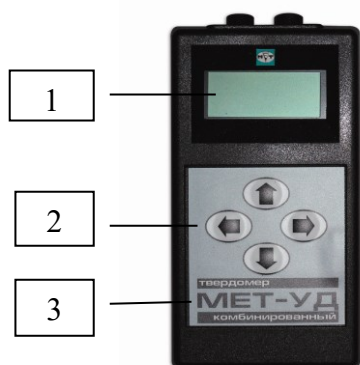
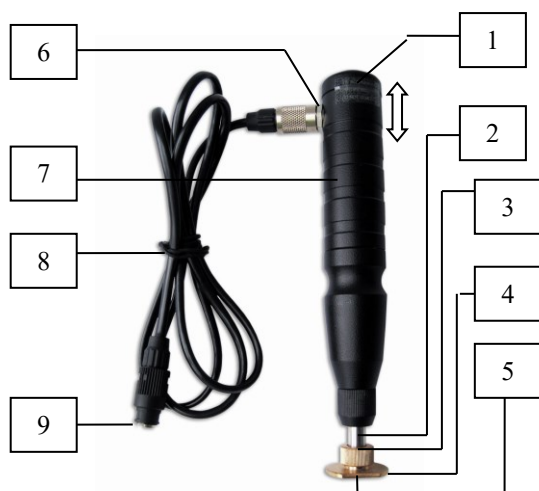
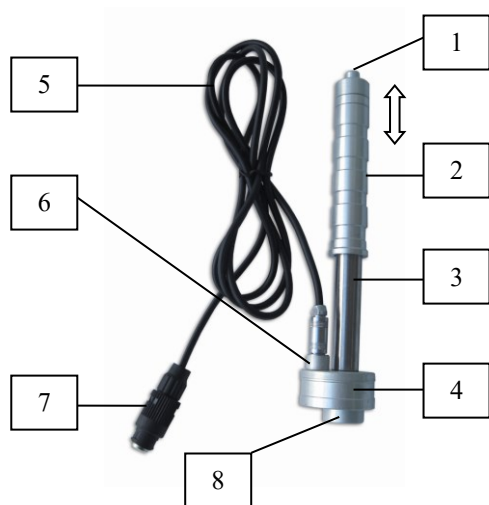

Рис. 5.1. Лицевая сторона электронного блока
Рис. 5.5. Ультразвуковой датчик.
Рис. 5.6. Динамический датчик.
5.2.1. Электронный блок твердомера выпускается в двух модификациях. Для твердомеров МЕТ-У1, МЕТ-Д1 и МЕТ-УД электронный блок встроен в пластмассовый корпус, а для твердомеров МЕТ-У1А, МЕТ-Д1А и МЕТ-УДА – в алюминиевый корпус. Электронный блок твердомера представлен на рис. 5.1 – 5.3.
5.3.1. Ультразвуковой твердомер МЕТ-У1 / МЕТ-У1А состоит из электронного блока (рис. 5.1.) и ультразвукового датчика, соединенных между собой кабелем.
5.4.1. Динамический твердомер МЕТ-Д1 / МЕТ-Д1А состоит из электронного блока (рис. 5.1.) и динамического датчика, соединенных между собой кабелем.
5.5.1. Комбинированный твердомер МЕТ-УД / МЕТ-УДА состоит из электронного блока (рис. 5.1 – 5.3) и двух датчиков: ультразвукового (рис. 5.5) и динамического (рис. 5.6), соединённых с электронным блоком кабелем. Датчики являются сменными и не могут быть подключены к электронному блоку одновременно. Выбор между ультразвуковым и динамическим датчиком осуществляется в зависимости от массы, конфигурации, структуры, степени механической и термической обработки измеряемого изделия (п. 5.3.5, 5.4.4). Комбинированный твердомер МЕТ-УДА представлен на рис. 5.7.